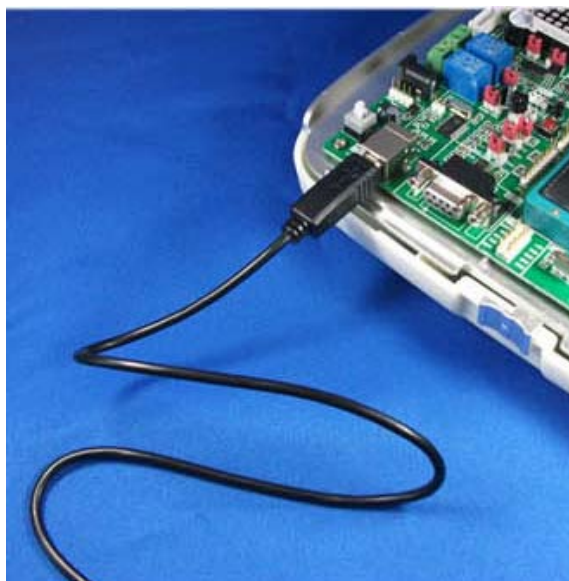

图 3-4 USB 线的连接通信
2. 一根 USB 线负责通信和下载，一端连开发板，另外一端连 PC 端的 USB 口，如图 3-4、3-5：